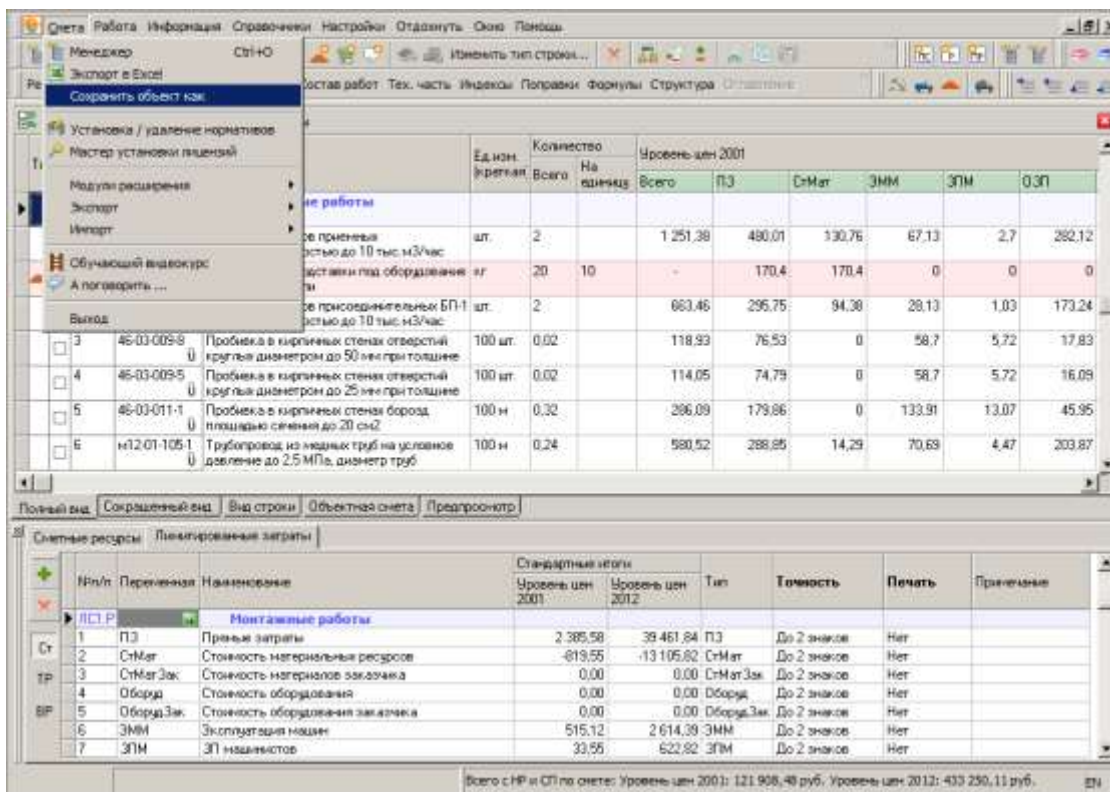
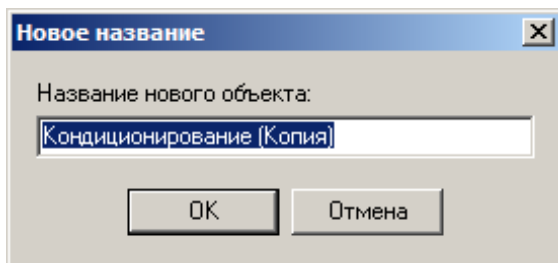
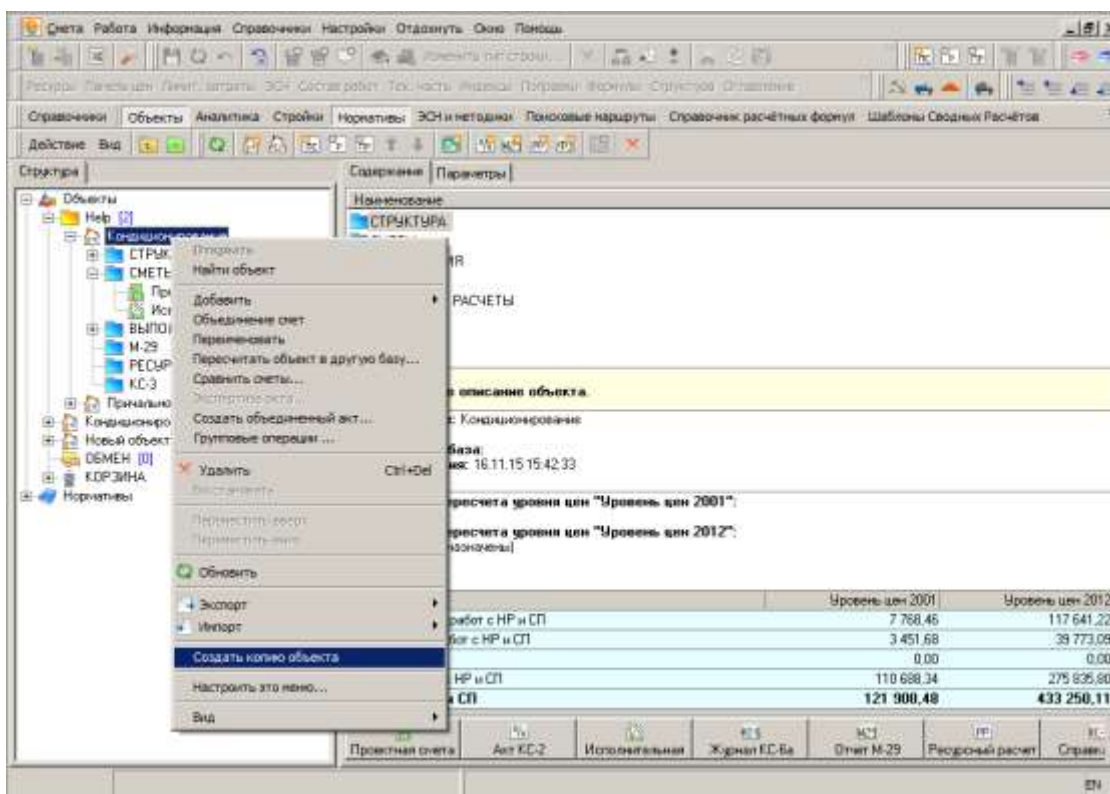

Рис. 1.
Рис. 2. Название копии
Рис. 3.
**Способ 1:** При открытой смете в **Главном меню** выберите пункт **Смета -> Сохранить объект как** (см. рис. 1), введите новое имя и нажмите **ОК** (см. рис. 2).
**Способ 2:** Из контекстного меню, щелкнув правой кнопкой мыши по объекту, выберите пункт **Создать копию объекта** (см. рис. 3), введите новое имя и нажмите **ОК** (см. рис. 2).